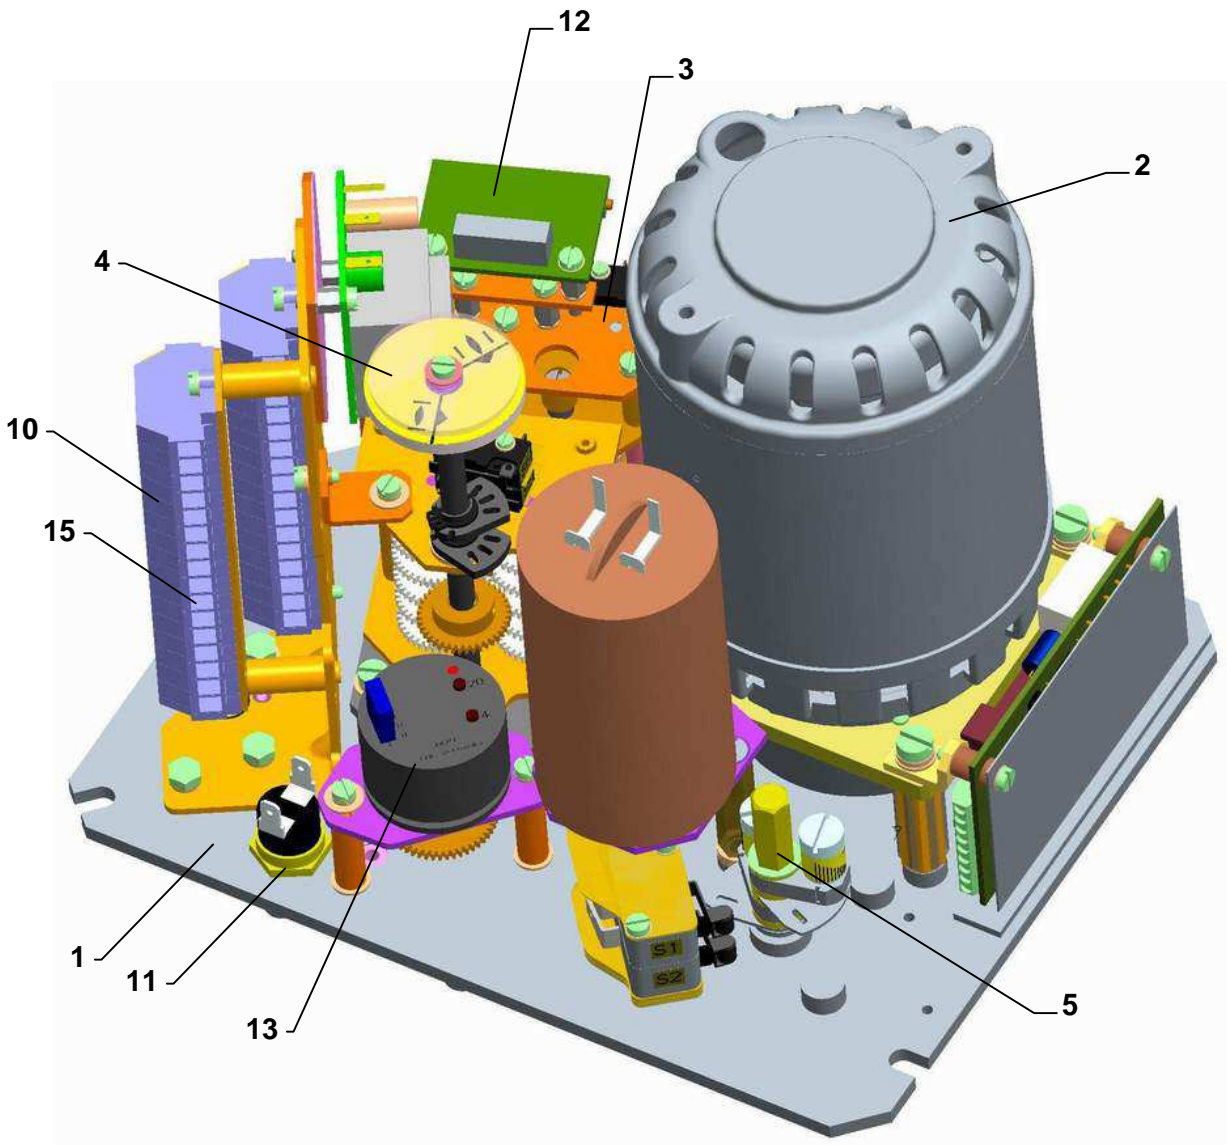

Рис.1
Управляющая часть (см. рис. 1) размещена на панели управления (1), которая содержит:
- электродвигатель (2) (в случае если электродвигатель однофазный, то с конденсатором)
- блок моментный (5) - управляемый вращательным передвижением винта;
- блок положения (3)
- блок сигнализации с механическим местным указателем положения (4)
- электронный датчик положения (12)
- датчик положения (13)
- отопительный элемент с тепловым реле (11)
- электрическое присоединение с помощью **клеммной колодки** (10) или коннекторов.